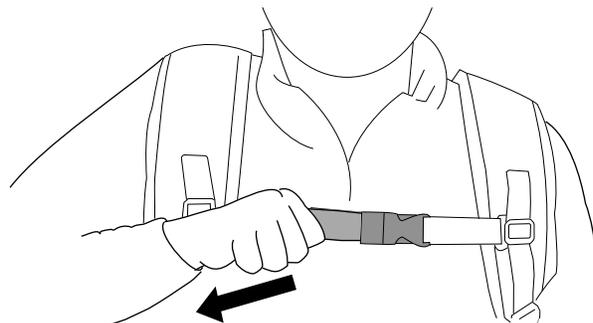

Figura 7
4. Aperte a correia do esterno para que fique bem apertada (Figura 7).